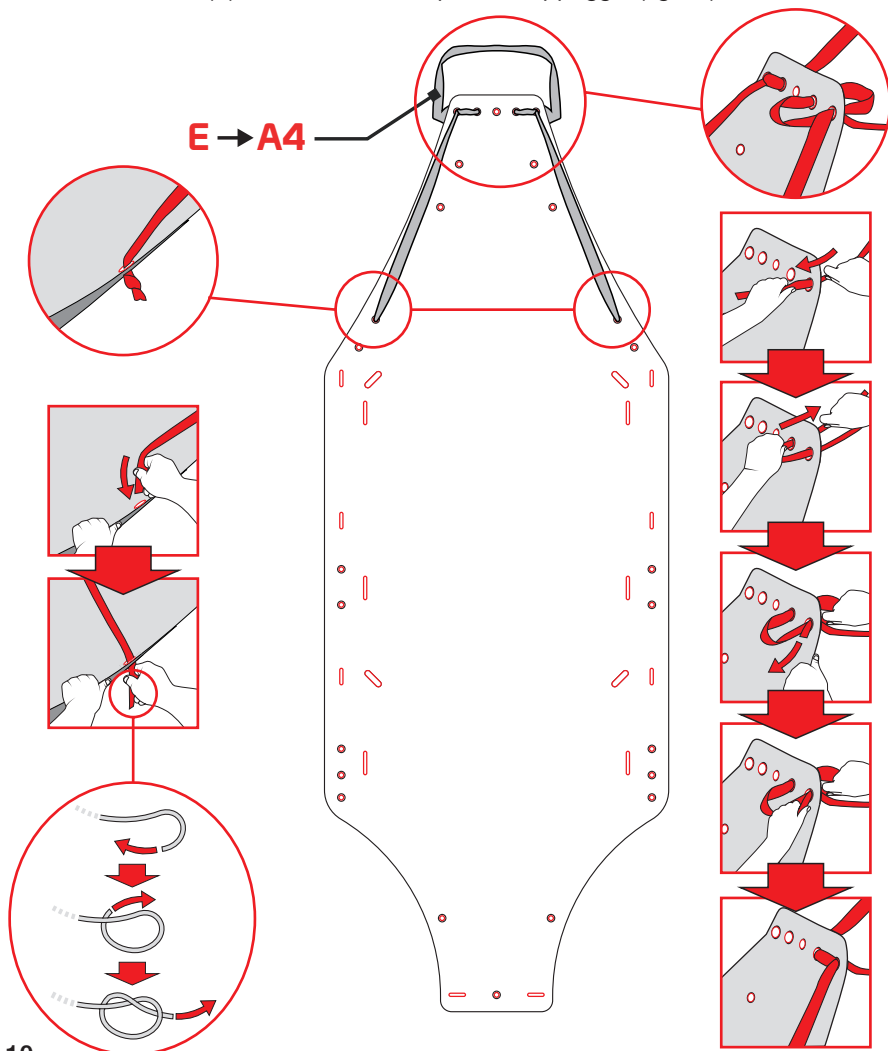

Fig.10
- inserire la fettuccia (E) nei fori A4 del piano di appoggio (fig. 10).